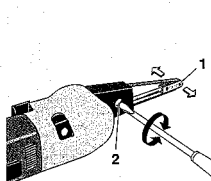

Fig. 5
3. Justierschraube **2** (Fig. 5) nach links bzw. rechts drehen bis das Band auf der Spannrolle (1) zentriert läuft.
3. Turn adjusting screw 2 (Fig. 5) to left or right until the belt runs in the centre of the tensioning roller (1).